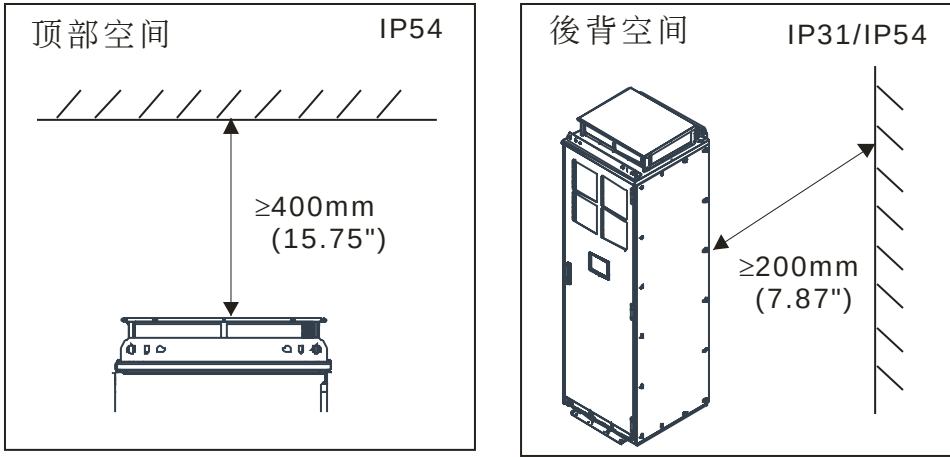

图 2-1a
- ☑ 安装时, 机柜的散热距离如图 2-1a & 2-1b 所示